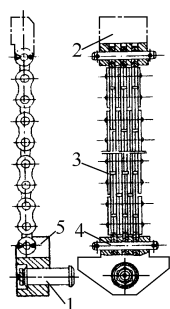
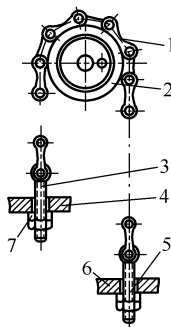

图 3-32 片式起重链
图 3-33 套筒滚子链
(1) 检查 检查左右起重链长度是否一致，如长度差大于 5mm，应重新调整；链条不得有裂纹和变形，须转动灵活，且每 20 节链的伸长不超过 8mm，若出现裂纹、变形和伸长超过规定时，必须更换；链条销子的磨损不得超过原直径的 5%，当磨损过多，弯曲、疲劳裂纹、锈蚀严重时应更换。
(2) 调整 多数叉车门架上的起重链采用双链式，有片式起重链和套筒滚子链两种。CPD10 型、CPC30 型叉车采用片式起重链，如图 3-32 所示；CPQ10 型、CPC20 型、CPCD50 型叉车采用套筒滚子链，如图 3-33 所示。